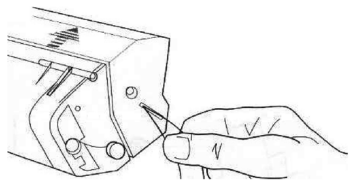

图 2-36 撕下密封条
③ 抓住感光鼓边上明亮的密封条的末端使劲撕掉整个密封条。撕下密封条后，密封条应是感光鼓长度的两倍，即 490 mm (19.3 英寸)，如图 2-36 所示。